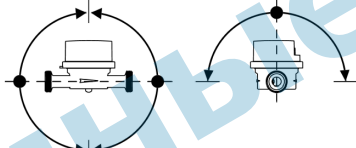

Рисунок 1 Схема установки счетчика на трубопроводе
Рисунок 1 с обратным клапаном
- счетчик может устанавливаться на горизонтальном, наклонном и вертикальном трубопроводе в соответствии с рис.1 (устанавливать счетчик на горизонтальном трубопроводе счетным устройством вниз не допускается);